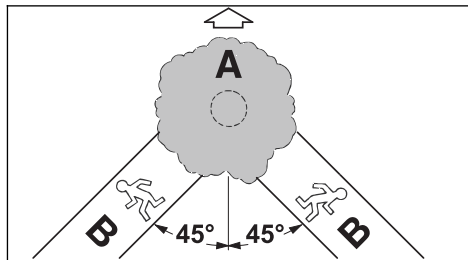

Рис. 13
- определить путь отхода для каждого рабочего – под углом около 45° против направления падения (рис. 13);